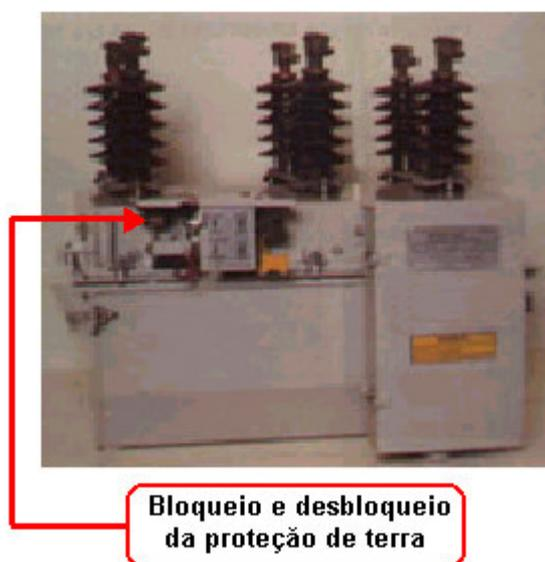

Figura 1 – Religador SEV.
4.1.1.1. Com a vara de manobra levantar a alavanca de bloqueio da proteção de terra, “Alavanca Preta”, situada no lado esquerdo do conjunto de alavancas. Vide Figura 1.
4.1.2.1. Com a vara de manobra baixar a alavanca de bloqueio da proteção de terra, “Alavanca Preta”, situada no lado esquerdo (visto pelo lado da carga) do conjunto de alavancas. Vide Figura 1.